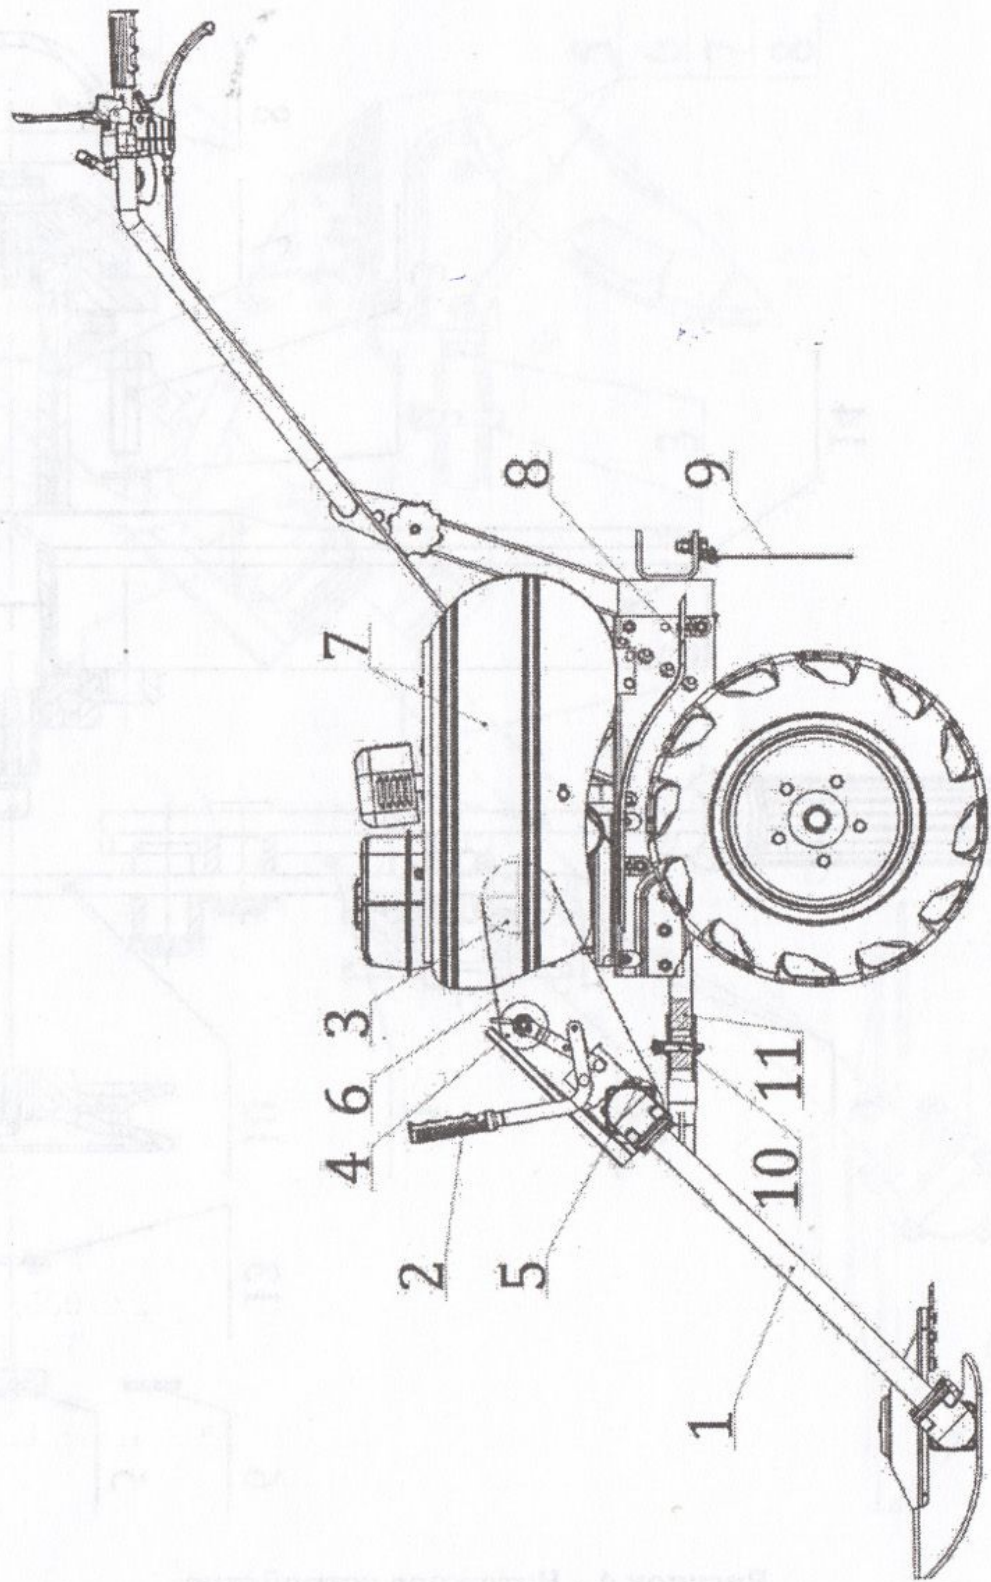

**Рисунок 2 – Режущий диск и его привод.**
7.6 После первых 30 мин. работы новой косилки необходимо остановить двигатель мотоблока и проверить крепление деталей 1; 2; 10; 11, 12 и 13 (рисунок 2), а также затяжку крепления деталей косилки. При необходимости подтянуть и законтрить.
8.2.1 Для заполнения редукторов привода первого и второго режущих дисков 1 и 2 (рисунки 1а и 1б), необходимо расконтрить и отвернуть гайку 1 (рисунок 2), снять шайбу защитную 3 и диск 4, отвернуть четыре болта 5, снять шайбы 6 и корпус ведомой шестерни 7.